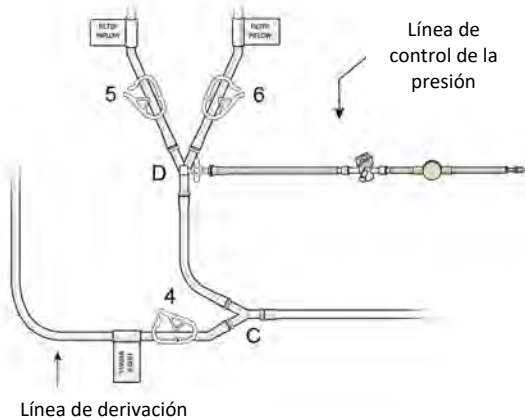

Figura 21
- (b) Conecte la línea de control de la presión prefiltro (para medir la presión positiva, prefiltro) a la válvula de cierre «D» y cébela; véase la figura 21.